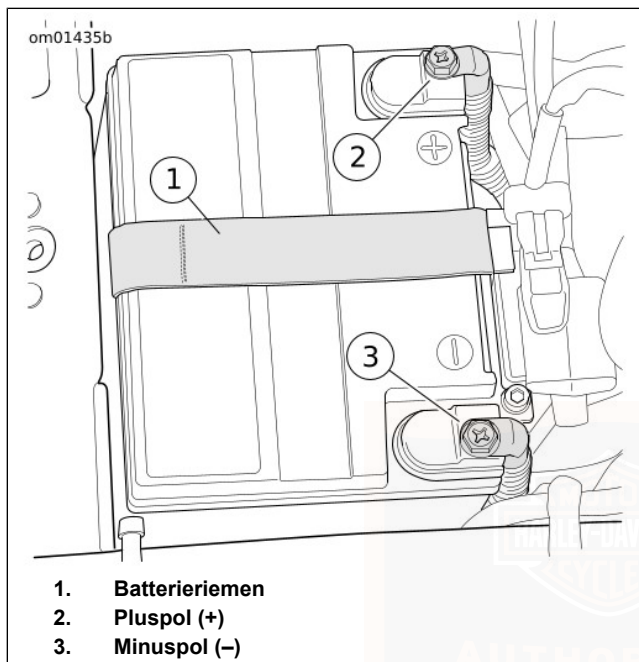

Abbildung 79. Batteriefach
9. Siehe Abbildung 79. Beide Batteriekabel, Batterieminuskabel zuerst, abklemmen.
2. Siehe Abbildung 79. Die Batterie mit der Kontaktseite nach vorne in die Batteriegrundplatte einsetzen.